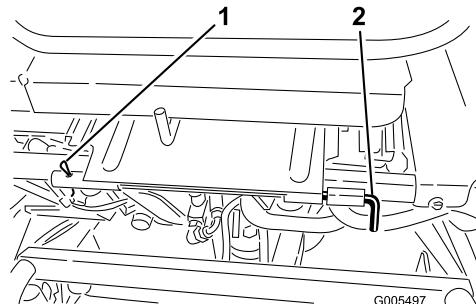

Figura 34
3. Abbassate il sedile e togliete la coppiglia che fissa l'asta orientabile del sedile al telaio (Figura 34).